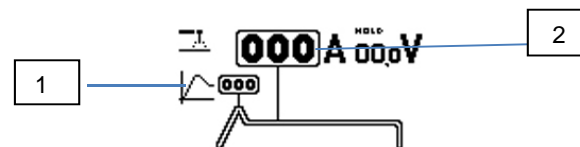

Fig.4
- OPTION DE HOT START (fig. 4, réf.1)
- COURANT DE SOUDURE (fig. 4 réf. 2)